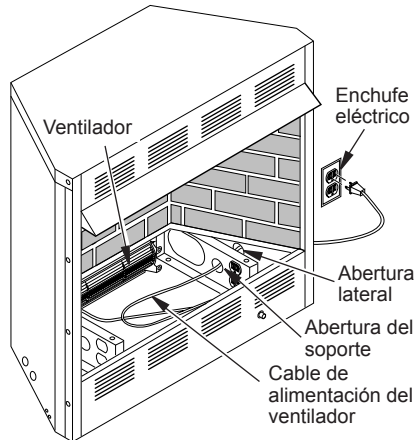

Figura 8 - Inserción del cable de alimentación del accesorio ventilador para instalación convencional.
2. Antes de volver a colocar la parte inferior del calefactor, introduzca el cable de alimentación del ventilador a través del orificio del soporte ubicado la parte inferior del calefactor y a través del orificio que está en uno de los lados del calefactor, hacia un enchufe eléctrico de 120 voltios de tres orificios conectado a tierra (consulte la figura 8). Conecte el cable eléctrico en el enchufe.